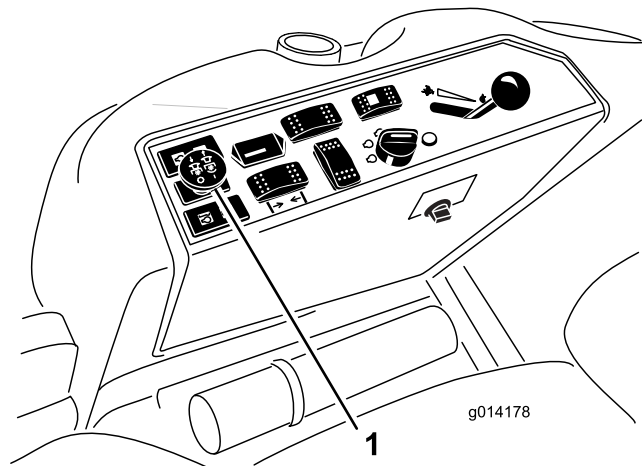

図 21
- PTOスイッチを引くとPTOが作動を開始する(図21)。